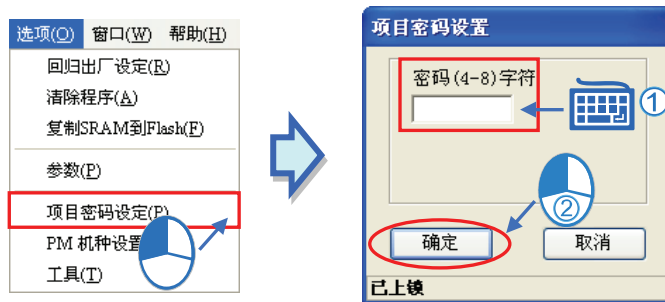

图 13-47 解除项目密码
**13** 欲解除项目密码时，同样选择 **选项 (O) > 项目密码设定 (P)**，于项目密码设定窗口输入设定的密码，便可解除项目密码设定，如图 13-47。